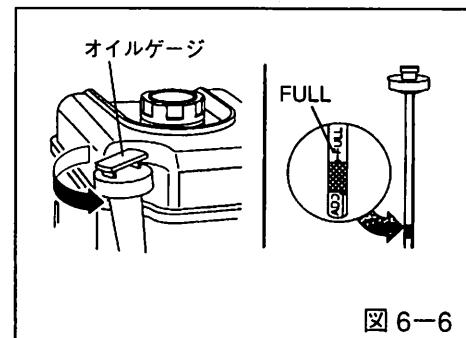

図 6-6
- エンジンの始動前にオイルゲージを反時計方向に回して外し、一度ウエスで拭った後、ゲージをねじ込まずに差し込んで点検してください。(図6-6参照)